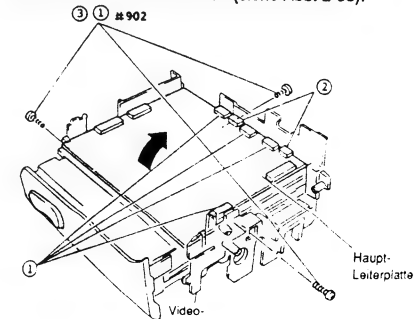
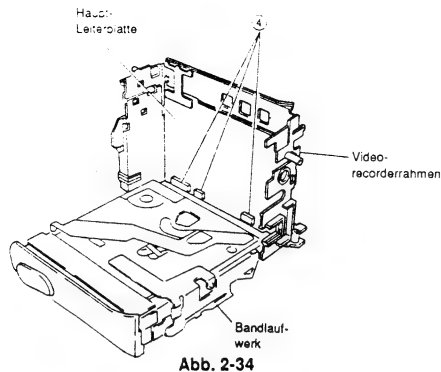

Abb. 2-33
Abb. 2-34
- Vier (4) Flachkabel (CN112, CN602, CN905, CN907) von der Haupt-Leiterplatte abtrennen (siehe Abb. 2-33).
- Zwei (2) Stecker (CN113, CN904) von der Haupt-Leiterplatte abtrennen.
- Drei (3) Befestigungsschrauben des Videorecorderrahmens entfernen und den Videorecorderrahmen mit der Haupt-Leiterplatte in Richtung des Pfeiles öffnen.
- Drei (3) Stecker (CN601, CN604, CN906) von der Haupt-Leiterplatte abtrennen und den Videorecorderrahmen mit der Haupt-Leiterplatte von dem Bandlaufwerk abnehmen (siehe Abb. 2-34).
- Drei (3) Befestigungsschrauben des Videorecorderrahmens entfernen und den Videorecorderrahmen von dem Bandlaufwerk abnehmen (siehe Abb. 2-33).